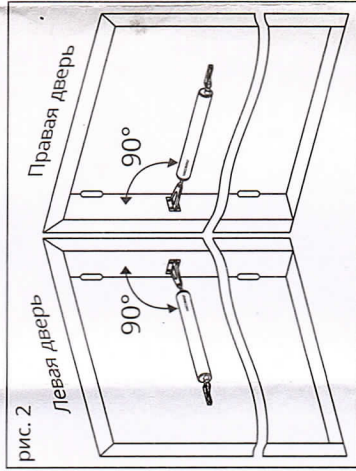

рис. 2
1) Доводчик устанавливается с внутренней стороны двери (рис. 2) под углом 90° от вертикальной линии двери (полотна).